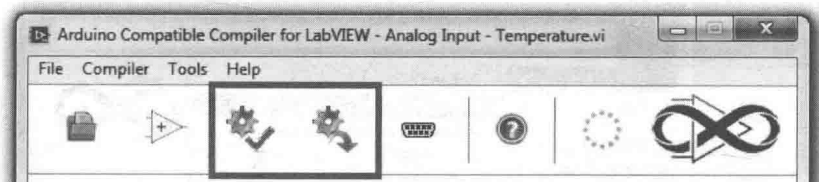

图 1-8 编译验证、编译下载
(4) 编译验证、编译下载（见图 1-8）。VI 装载后，可选择工具栏中第三、四图标：“Compile (Verify)”“Compile and Download”。前者为仅编译验证，后者先编译完后下载到相连配置好的 Arduino 硬件板中，两者的操作均会在状态栏中显示过程信息。